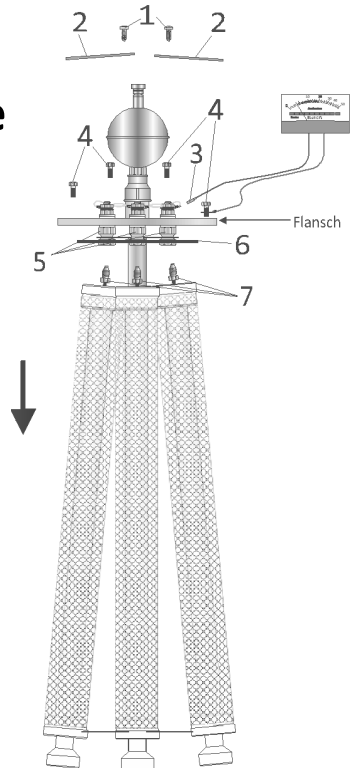

Bild 1
3. Blechschrauben (1) lösen, Flanschabdeckung (2) abnehmen (Bild 1)
4. Den Kontaktschuh (3) von der Steckung abziehen
5. Alle Flansch-Schrauben (4) lösen